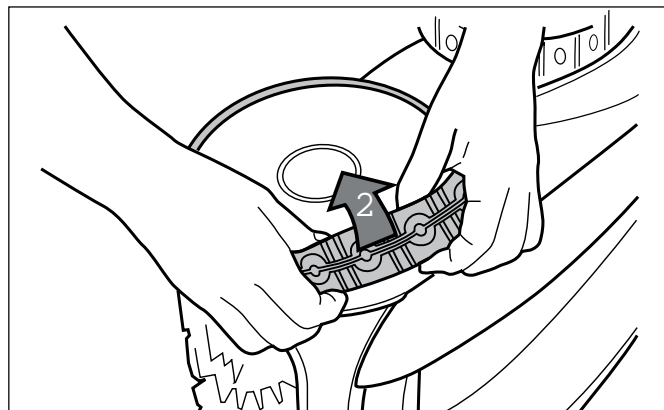

Figure 36. Enlever le pneu usé
2. Retirer le pneu usé (Figure 36).